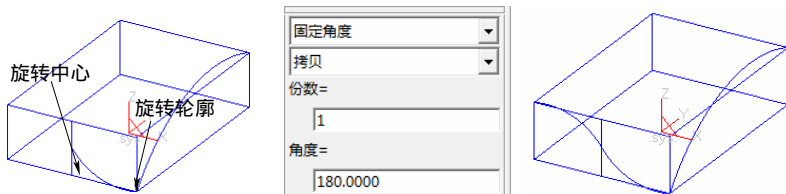

图 6-42 平面旋转
9) 选择下拉菜单“造型”→“几何变换”→“平面旋转”命令, 或者单击“几何变换”工具栏上的“平面旋转”按钮 , 在立即菜单中选取“复制”, 输入角度值 180, 指定如图 6-42 所示的旋转中心, 选择旋转轮廓, 单击鼠标右键完成旋转, 如图 6-42 所示。